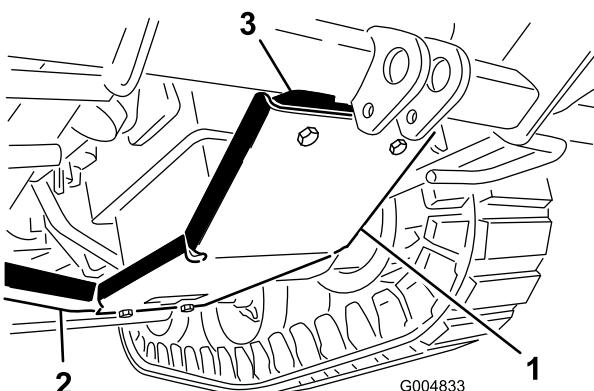

Рисунок 30
2. Установите плиту полоза (Рисунок 30) на раму под двигателем следующим образом:
- А. Установите переднюю часть рамы на монтажную плиту полоза с помощью двух болтов с фланцевыми головками (3/8 x 1-3/4 дюйма) и фланцевых гаек (3/8 дюйма) (Рисунок 30).
- Б. Установите заднюю часть плиты полоза на поперечину рамы с помощью 2 болтов (3/8 x 1 дюйм) и фланцевых гаек (3/8 дюйма) (Рисунок 30). Вставьте задние болты сверху вниз.